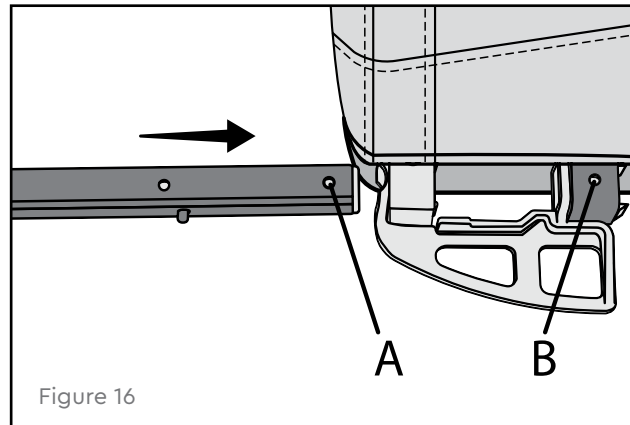

Figure 16
1. Appuyez sur le bouton presseur et faites glisser les récepteurs de la barre de remorquage jusqu'à ce que l'orifice A soit aligné avec l'orifice B (Figure 16).